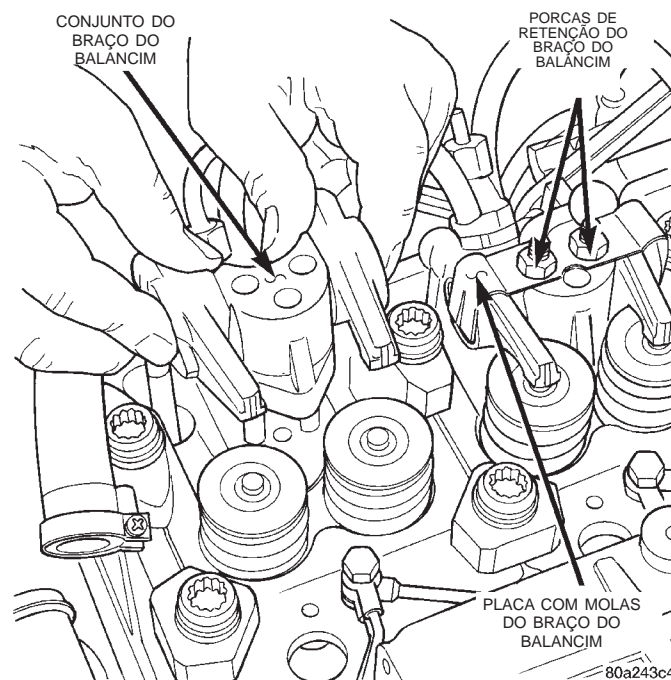

Fig. 43 Porcas Retentoras do Braço do Balancim
(27) Remova a tampa do cabeçote do cilindro do motor.
(28) Remova as porcas retentoras do balancim (Fig. 43).
(29) Remova os conjuntos do braço do balancim. Coloque-os sobre uma bancada, na mesma ordem em que forem removidos.
(30) Remova os tuchos e coloque-os sobre uma bancada, na mesma ordem em que forem removidos.
(31) Marque as posições dos cabeçotes do cilindro.